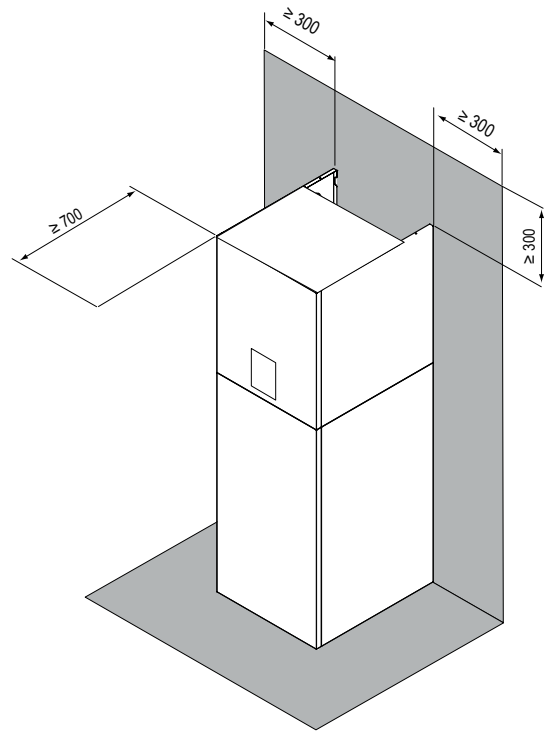

Abb. 6 - Mindestbetriebsbereich für die Inneneinheit
- Der Raum um die Einheit ist für die Wartung angemessen, siehe Abb. 6.